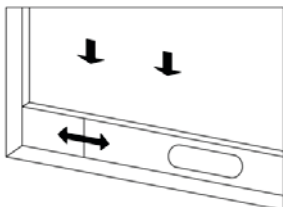
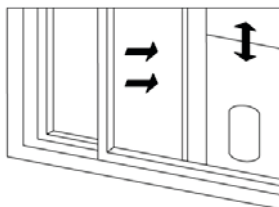

Bild 2
Bild 3
1. Lämnar fönstret på halvglänt och monterar fönsterplattan med tätning på fönstret (som visas i bild 2 och bild 3). Komponenterna kan placeras i horisontell och vertikal riktning.